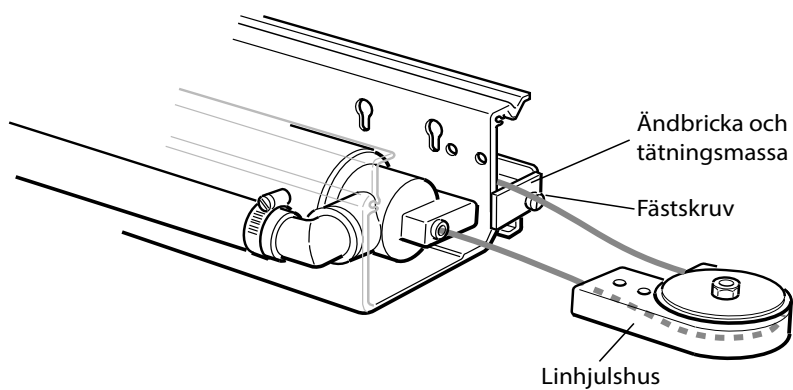

Bild 26. Montering av detaljer i löpskenans ände
1. Skruva fast tättningsbrickan i löpskenans ände enligt bild 26, om detta inte redan gjorts. Täta skarven mellan skenan och brickan med tättningsmedel av silikontyp.
12. Trä vajern genom linshuset, se bild 26.